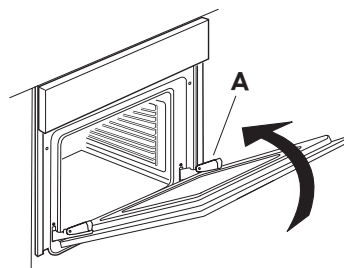

图2
3. 关上烤箱门(A)，将其抬起(B)，旋转(C)，直到其松动(D) (图2、3、4)。